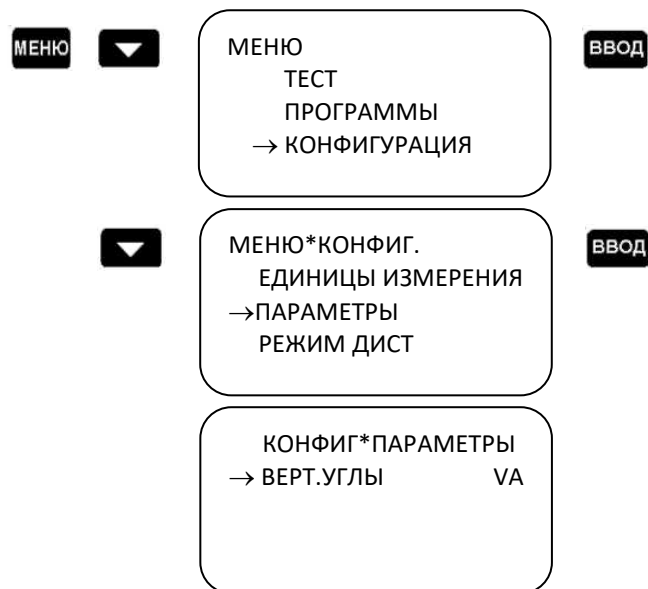

Рис. 3.16. Встановлення режиму для введення вертикальних кутів або зенітних відстаней [1]
Для вибору вертикальних кутів (VA) або зенітних відстаней (VZ) встановити відповідний режим (рис. 3.16):